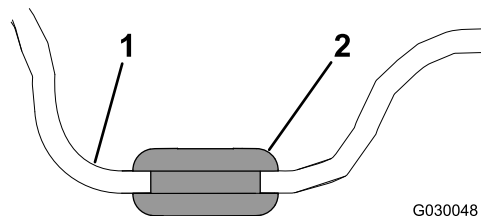

Figura 4
1. Insira um olhal em cada um dos quatro furos do parafuso na cobertura (Figura 4).